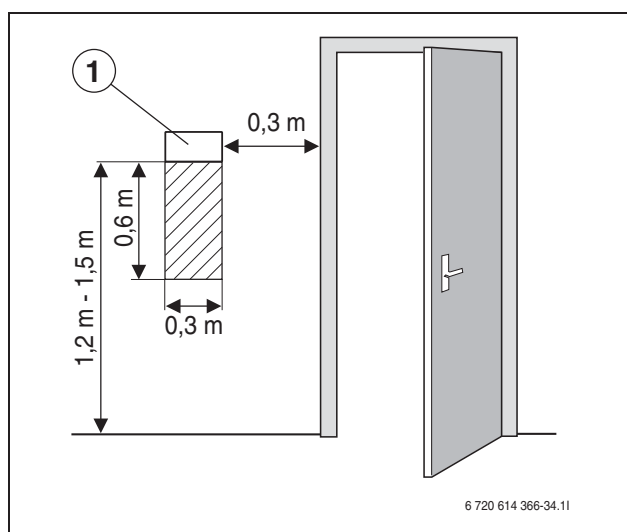

Bild 21 Rekommenderad monteringsplats för rumsgivare
- Obehindrad cirkulation av rumsluften under rumsgivaren (streckad yta i bild 21 ska hållas fri).